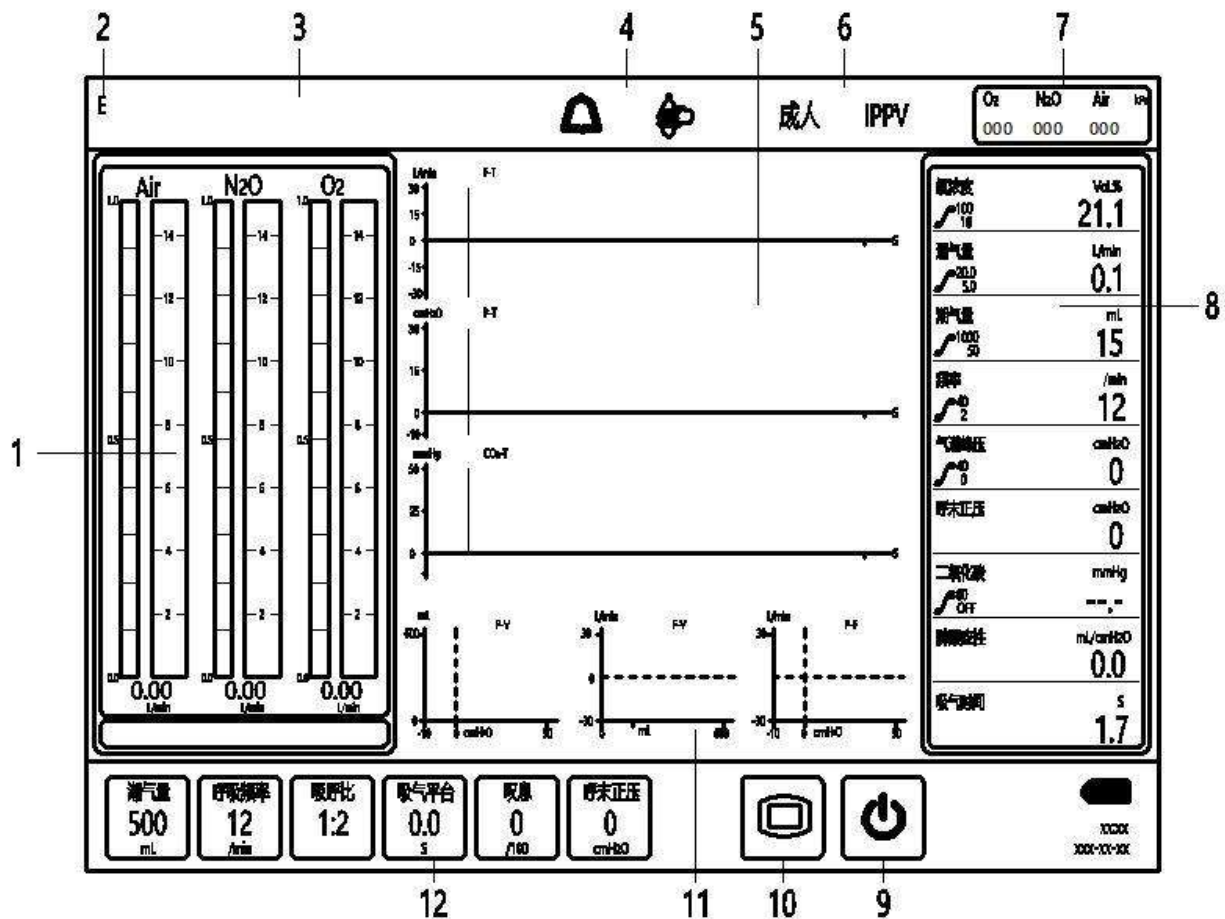
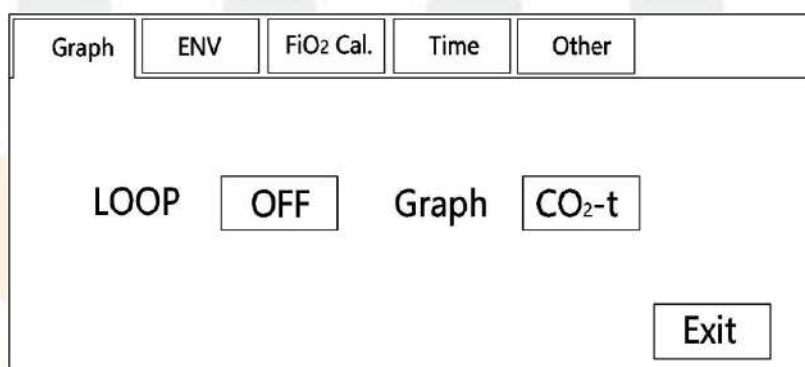

Fig. 11 Interfaz del modo manual
Fig.19 Superficie de ajuste del sistema
- O presione "⏸" "Presione la tecla (ítem 9 en la fig. 11) en el panel de operación durante aproximadamente 4 segundos y la máquina ingresará en la superficie de selección del modo Adulto/Pediátrico.
- Si necesita cambiar la configuración del sistema, toque "Tecla (ítem 10 en la fig.11) para ingresar a la superficie de configuración del sistema, ver fig.19.